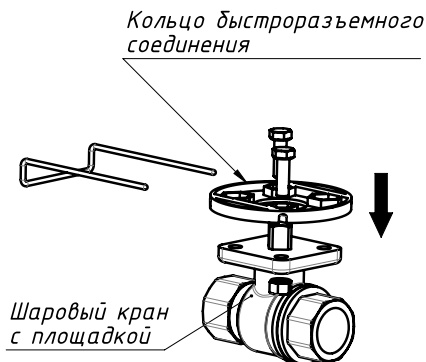

Рисунок 2. Присоединение кольца быстроразъемного соединения к шаровому крану с площадкой.
- 2) Пластиковое кольцо быстроразъёмного соединения электропривода крепится к площадке шарового крана двумя болтами M5 с гайками. Пазы для фиксирующей скобы на кольце быстроразъёмного соединения должны быть ориентированы поперек движения потока (рис. 2).